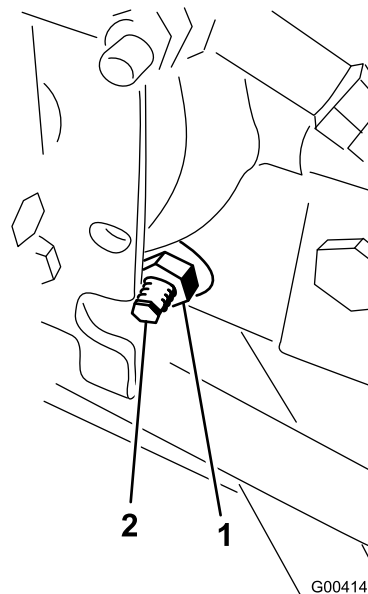

Рисунок 56
3. С правой стороны гидростата ослабьте контргайку кулачка регулировки тяги (Рисунок 56).